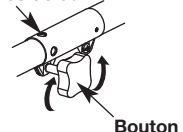

Fig. 16
1. Dévissez le bouton vers la gauche (Fig. 16).
3. Serrez le bouton en le tournant à droite (Fig. 16).
Pour couper les bordures à l'aide de la tête d'accessoire de coupe sur les modèle Rapid-Link™, verrouillez le bouton de déclenchement de l'accessoire de coupe dans le trou de 90° (Fig. 16).